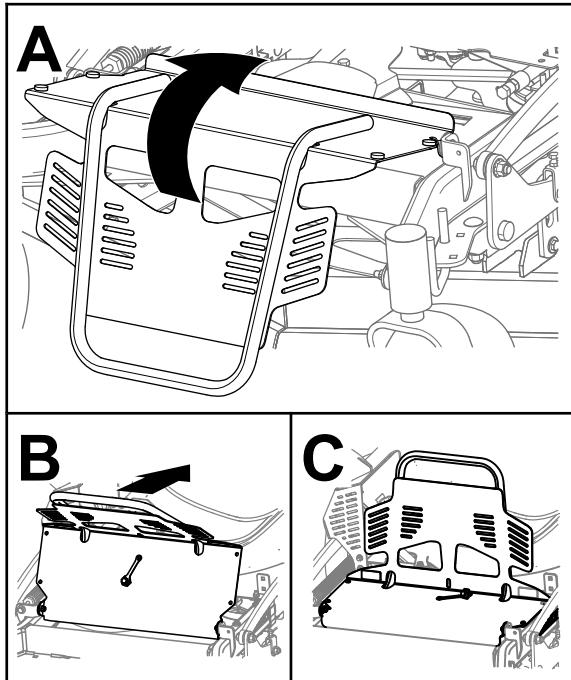

Bild 33
3. Drehen Sie den Motorschutz nach hinten, wie in Bild 33 dargestellt.